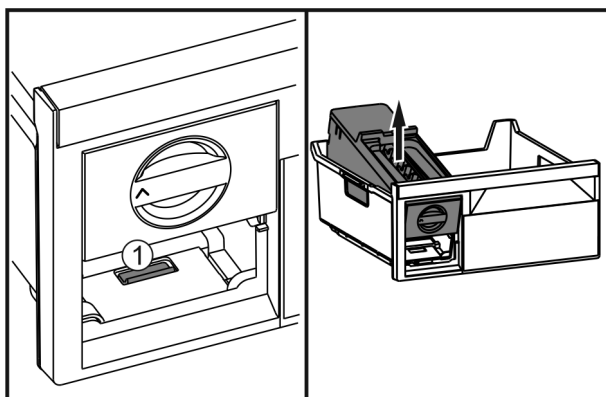

Fig. 37
- ▶ Wcisnąć nakładkę Fig. 37 (1), EasyTwist-Ice zdjąć od tyłu i wyjąć z szuflady zamrażalnika.